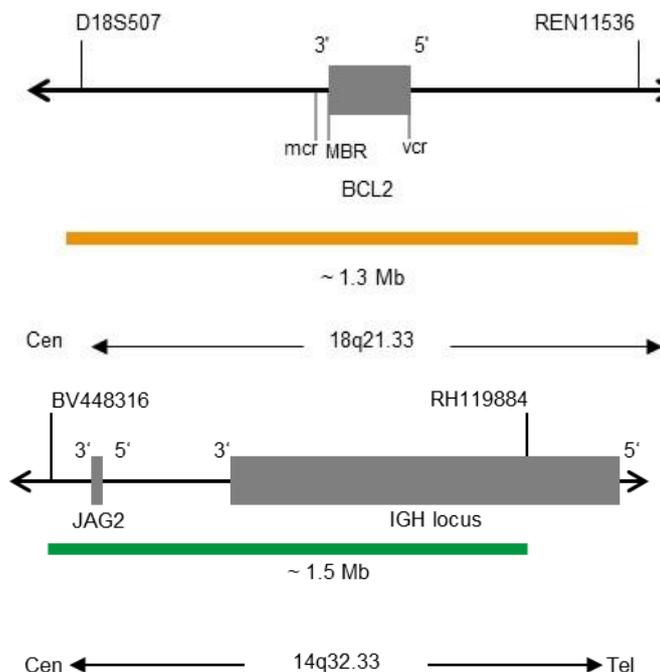

Abb. 1: Oben: SPEC BCL2 Sondenlokalisation; Unten: SPEC IGH Sondenlokalisation (nicht maßstabsgetreu)
- ZyOrange (Anregung 547 nm/Emission 572 nm) markierten Polynukleotiden (~6 ng/μl), die gegen Sequenzen in 18q21.33* (chr18:60,180,078-61,507,691) gerichtet sind, welche die BCL2-Genregion enthalten (siehe Abb. 1).
- ZyGreen (Anregung 503 nm/Emission 528 nm) markierten Polynukleotiden (~12 ng/μl), die gegen Sequenzen in 14q32.33* (chr14:105,462,169-106,995,000) gerichtet sind, welche die IGH-Genregion enthalten (siehe Abb. 1).